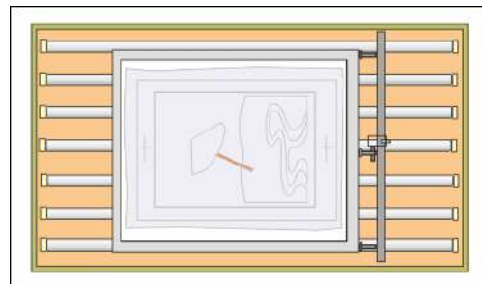

Imagen 320
- 4- Se toma el bastidor, recién emulsionado y seco, y se calza bien con el riel y el tope (Imagen 320).